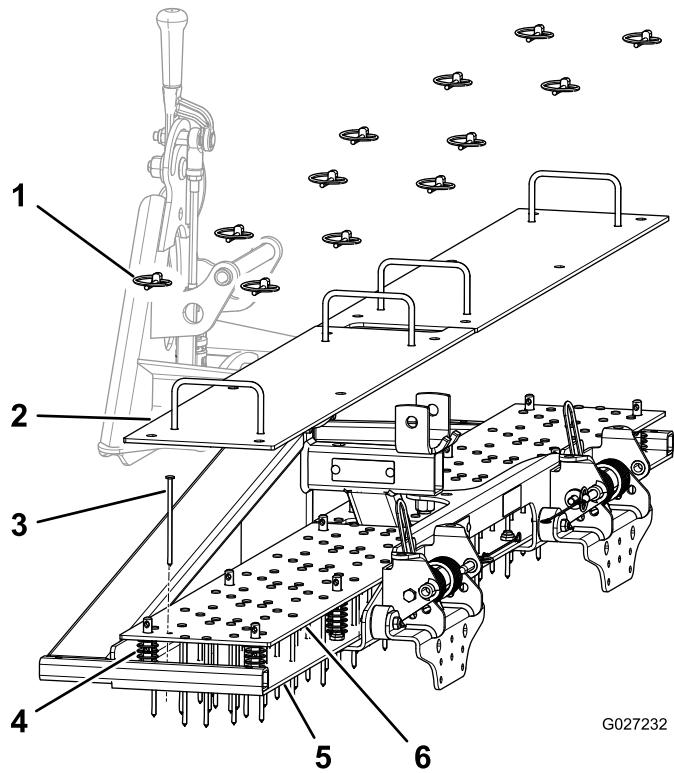

Рисунок 8
2. Установите зубья (Рисунок 8).
3. Установите верхние планки (Рисунок 8).
4. Передвиньте верхние планки в требуемое положение и установите шплинты (Рисунок 8).
1. Установите планки зубьев (Рисунок 8).